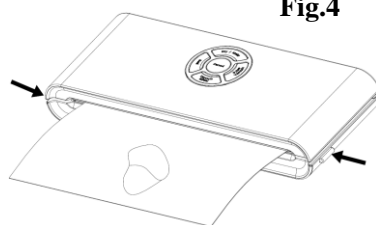

Fig.4
5. Trykk på knappen Seal for å starte forseglingen av posen – *Fig. 4*
7. Vakuumpakkingen er ferdig. Trykk på utløserknappene på begge sider av apparatet samtidig for å åpne dekselet og ta ut de forseglede posene – **Fig. 4.**